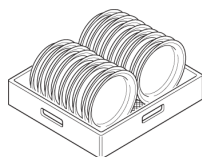

Fig.34
- 1- Sistemare i piatti rivolti frontalmente. (Fig.34)